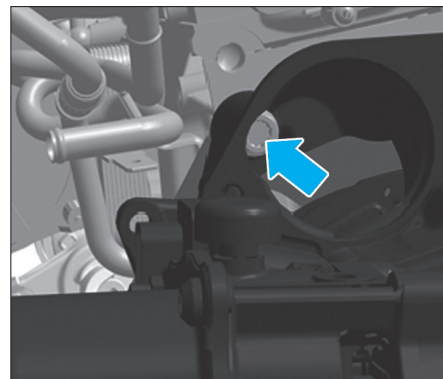

Fig. 5
- A l'aide de la douille à denture multiple [1], déposer la vis se trouvant derrière le démarreur (Fig.5).